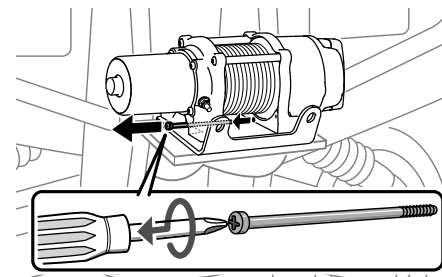

Figure 4
6. Une fois que le treuil est bien serré sur la plaque de montage, retirer le boulon inférieur (s'il est présent). **REMARQUE : conserver le boulon pour la révision du treuil.** Figures 4 et 5.